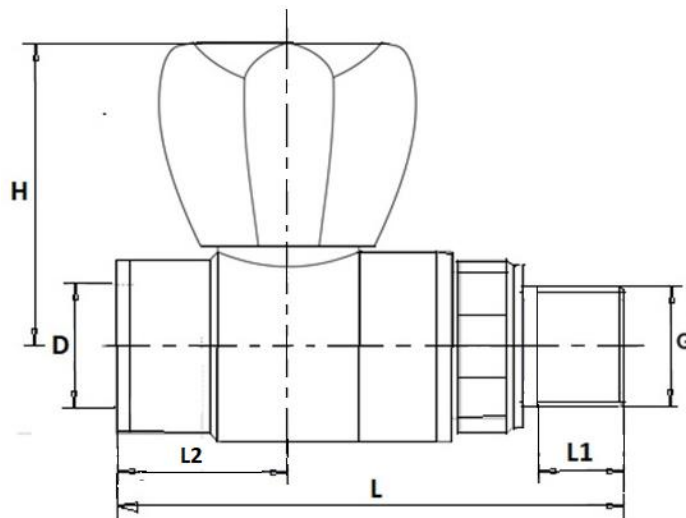

Рисунок 1. Кран шаровой радиаторный прямой
3.1. Кран шаровой радиаторный прямой. (Рис.1)